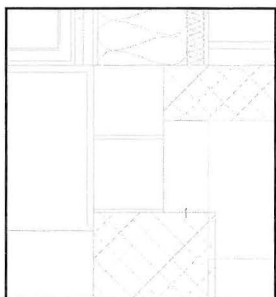

Fig. 14.56. Tegn først forlængelsen af polystyren laget.
- Tegn igen 3 linier der forlænger polystyrenen ind i området over betonnet i soklen (Fig. 14.56). Sørg for at pilen på den først tegnede linie er indad.